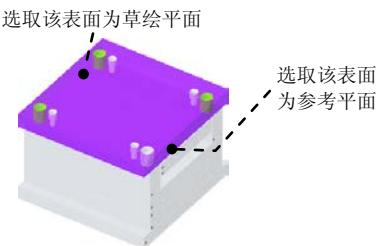

图 31.98 定义草绘平面
Step3. 定义草绘截面放置属性。选取图 31.98 所示的表面为草绘平面，然后选取图 31.98 所示的表面为参考平面，方向为 **右**。单击 **草绘** 按钮，进入草绘环境。